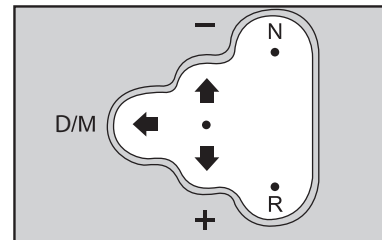

fig. 3
As três posições estáveis são as correspondentes ao ponto morto (N), marcha a ré (R) e à posição central situada entre as posições instáveis + e - **fig. 3**.
As posições instáveis, ou seja, aquelas que são abandonadas pela alavanca quando a mesma é solta, são as posições de solicitação de troca de marchas superiores (+) e inferiores (-) e a posição de seleção do modelo de funcionamento automático (D/M). **fig. 3**.